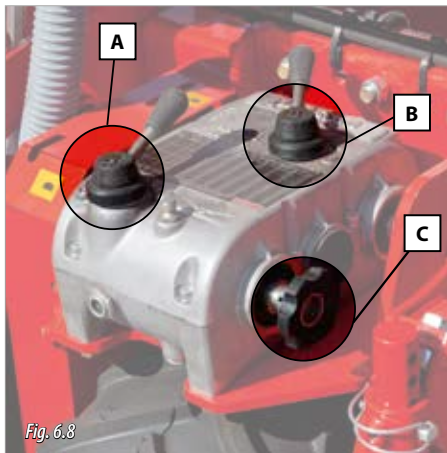

Fig. 6.8
- 2- Colocar la palanca "A" (Fig. 6.8) en la posición deseada, y girar la rueda (C, Fig. 6.8) en sentido de avance hasta que entre ese cambio, en su defecto, puede hacer girar la rueda motriz con el pie en el sentido de avance. Repetir la operación con la palanca "B".